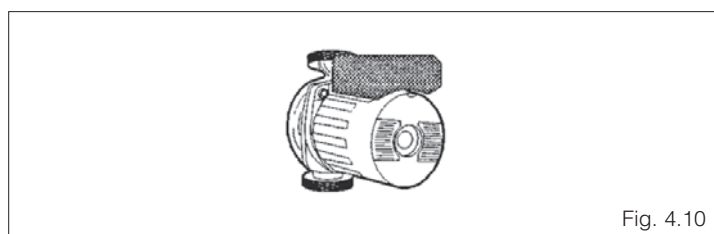

Fig. 4.10
- verificar si la bomba de circulación (en caso de haberla) gira en modo libre y correcto (fig. 4.10)